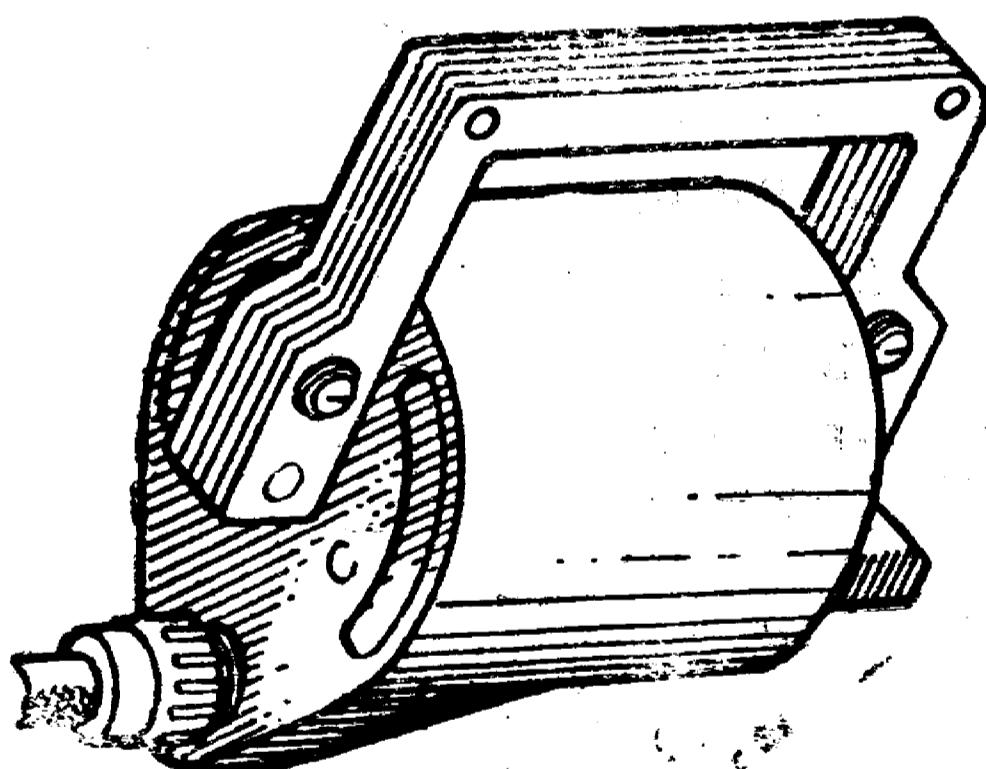

Рис. 32. Катушка зажигания
5.4.7. Катушка зажигания (рис. 32) предназначена для преобразования энергии, накопленной в коммутаторе, в высоковольтный импульс, подаваемый на свечу зажигания. В процессе эксплуатации необходимо очищать катушку от пыли и других загрязнений.